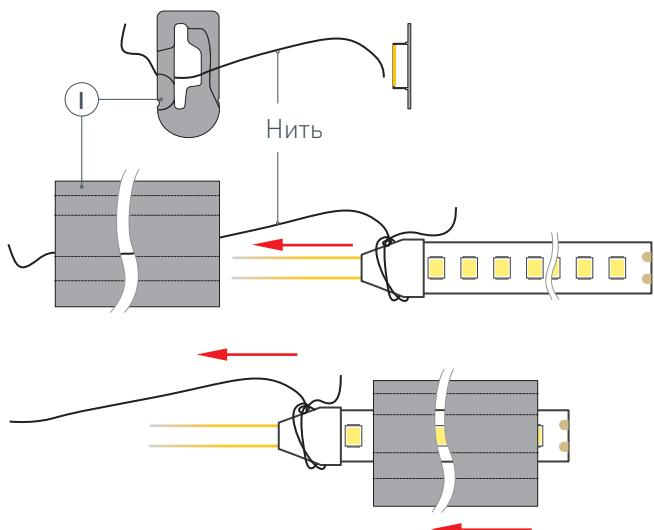

Рис. 1. Протяжка светодиодной ленты **(IV)** в профиль **(I)**, вид сбоку
- Установите* светодиодную ленту **(IV)** в профиль **(I)**. Для этого необходимо привязать нить (находится внутри профиля) с одной стороны профиля **(I)** к светодиодной ленте **(IV)**, как показано на рис. 1. Чтобы втянуть ленту в профиль, сначала аккуратно поместите кабели питания светодиодной ленты **(IV)** внутрь профиля **(I)**, а затем, насколько это возможно, вставьте край светодиодной ленты. Аккуратно потяните за нить с другой стороны профиля **(I)** и тем самым протяните** светодиодную ленту **(IV)** в профиль **(I)**.